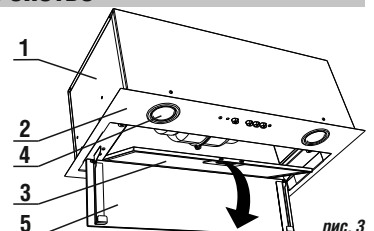

рис. 3
- и затем потяните его вниз (рис. 3).
- снимите алюминиевый фильтр (рис. 3);
8.3 Для очистки алюминиевого фильтра извлеките его из вытяжки (рис. 3) и произведите его очистку с помощью щетки горячим водным раствором моющего средства вручную или в посудомоечной машине при (60°C). Старайтесь не гнуть фильтры при мойке. Возможно изменение цвета фильтра, с течением времени, не приводит к снижению эффективности его действия. Сильно загрязненный фильтр не следует мыть в посудомоечной машине.